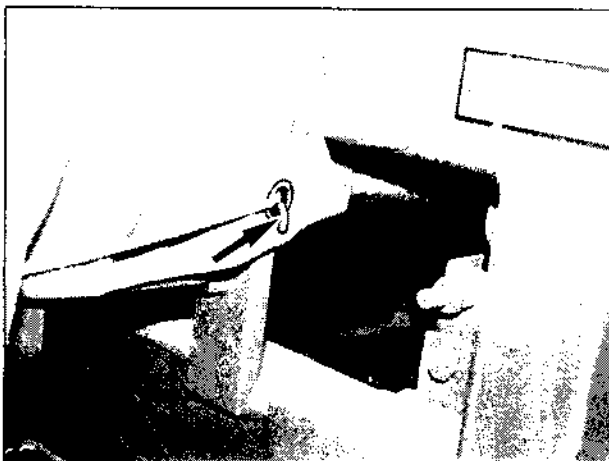

Bild 145
4. Abdeckhaube aufsetzen, hintere Öse über den Haken (Bild 145/Pfeil) legen und Seil anziehen.
7. Abdeckhaube aufsetzen, hintere Öse über den Haken (Bild 145/Pfeil) legen und Seil anziehen.